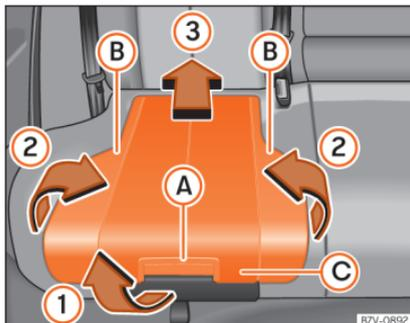

Abb. 95 Integrierter Kindersitz: Sitzpolster aufstellen.
- Sitzpolster am Entriegelungshebel »» **Abb. 95** (A) in Pfeilrichtung »» **Abb. 95** ① nach vorn ziehen.
- Beide Seiten »» **Abb. 95** (B) in Pfeilrichtung »» **Abb. 95** ② nach oben klappen.
- Sitzpolster »» **Abb. 95** (C) in Pfeilrichtung »» **Abb. 95** ③ nach hinten drücken, bis es einrastet.